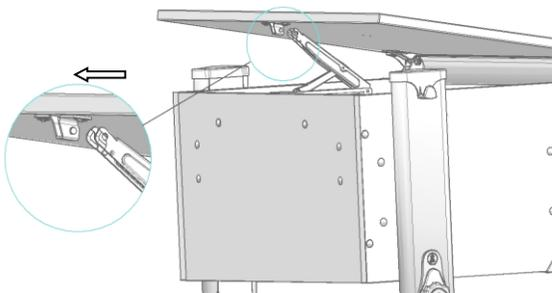

Рис. 21
5.7.1 Фиксатор столешницы Multiflex верхней частью ввести в кронштейн верхний, согласно рис. 21; 21а.
Рис. 21а